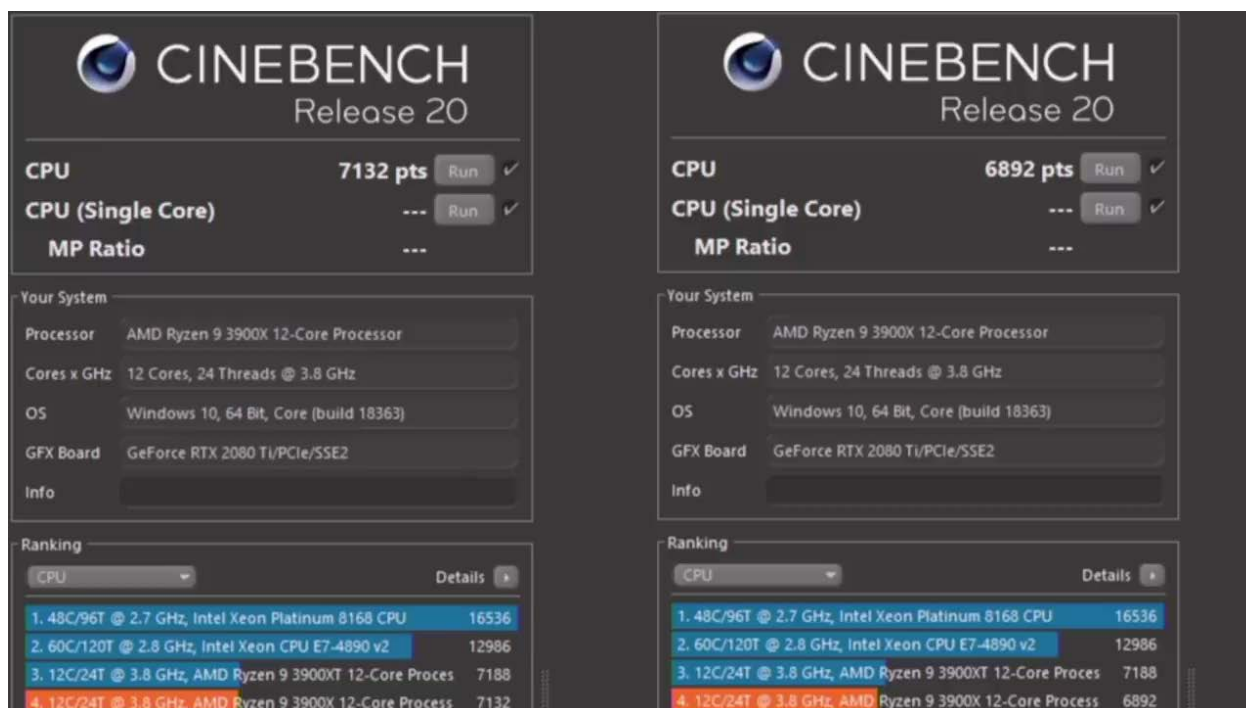
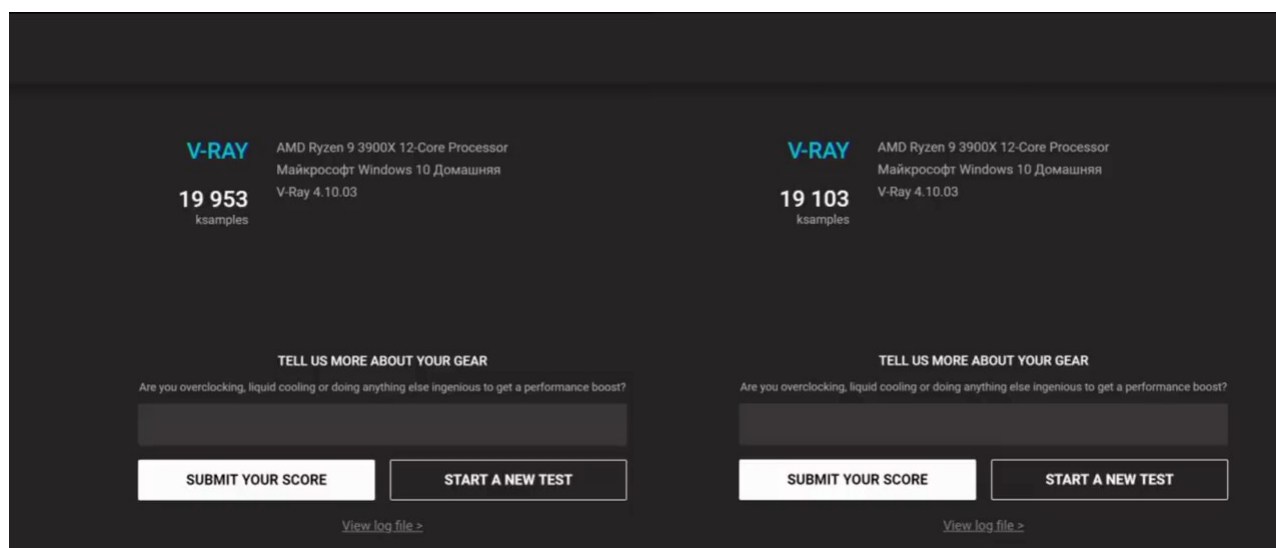

Рисунок 5 – Результаты тестов в программе Cinebench R20
Рисунок 6 – Результаты тестов в программе V-Ray
2. Ещё одним примером является процессор AMD Ryzen 9 3900X одного из авторов канала “PRO Hi-Tech” на [youtube.com](https://www.youtube.com). В данном случае понижения тактовой частоты не наблюдалось, тем не менее, автор заметил понижение производительности в различных задачах и решил провести тесты в сравнении с идентичным новым процессором. Автор произвёл измерения программами-бенчмарками (программы, служащие эталонным тестом производительности, выдающие количественную характеристику производительности), результаты которых можно увидеть на рис. 5 и рис. 6.